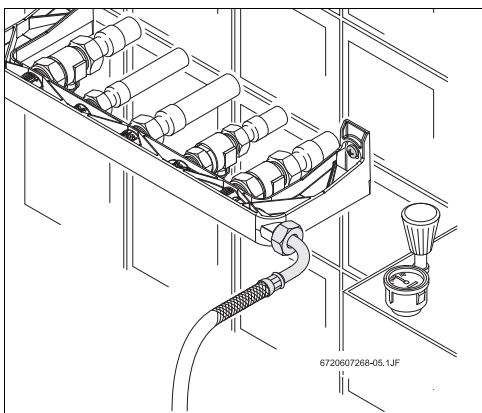

Fig. 5 Proba de presiune
- Verificați etanșeitatea instalației (Fig. 5).